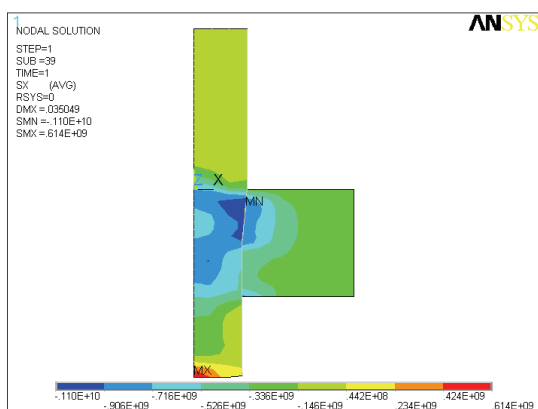

图 5-229 径向应力等值线图
3) 选择 Main Menu | General Postproc | Plot Results | Contour Plot | Nodal Solu 命令，出现 Contour Nodal Solution Data 对话框，选择 Nodal Solution | Stress | X-Component of stress，单击 OK 按钮，ANSYS 显示窗口显示径向应力场等值线图，如图 5-229 所示。